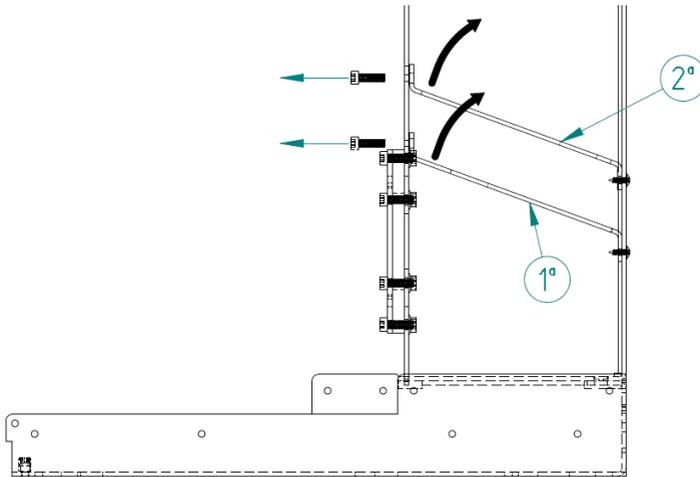

Figure 52 – Démontage des déflecteurs.
- Pour retirer les déflecteurs, il faut retirer les deux vis DIN 912 M6x20 (Figure 52).
- Retirer d'abord la plaque du bas (Figure 52) en la faisant tourner légèrement et en la sortant par la trappe ouverte.